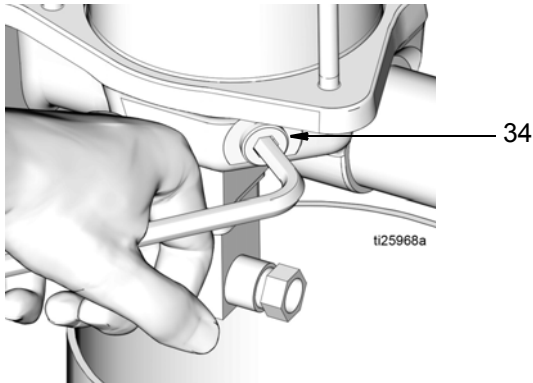

FIG. 13
7. Utiliser une clé à six pans pour desserrer doucement et déposer le bouchon de vidange (34) de la base de la pompe et vidanger l'huile de la pompe (FIG. 13).